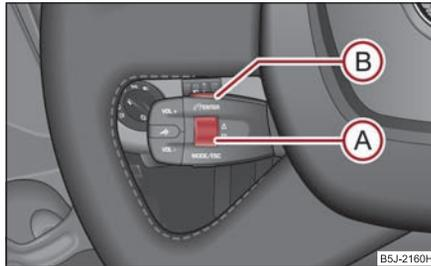

Abb. 134 Multifunktionsmodul: Bedientasten
- Durch langsames Drehen des Rändelrads **A** ⇒ Abb. 134 können Sie im Telefonspeicher nach einzelnen Namen bzw. Menüs blättern.